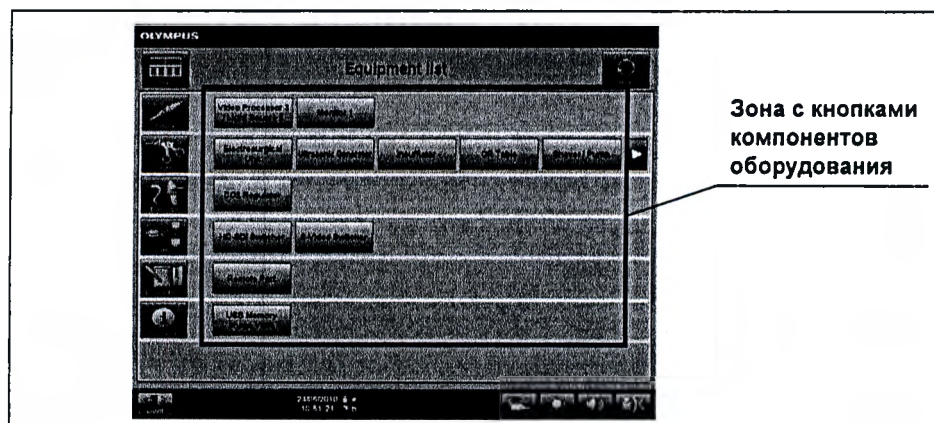

Рисунок 4.5
- 2 После отображения окна меню убедитесь в том, что в области с кнопками компонентов оборудования отображаются кнопки для подключенного дополнительного оборудования (см. рис. 4.5).